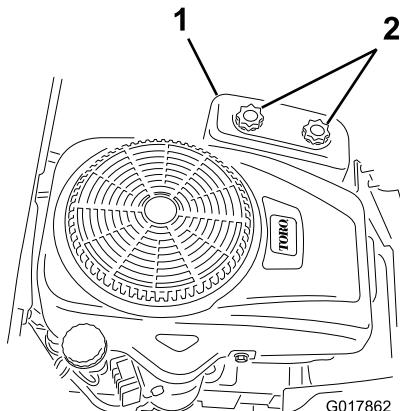

Figura 28
4. Retire la tapa del limpiador de aire desenroscando los 2 pomos (Figura 28).
- Instale la tapa del limpiador de aire y apriete los 2 pomos (Figura 28).